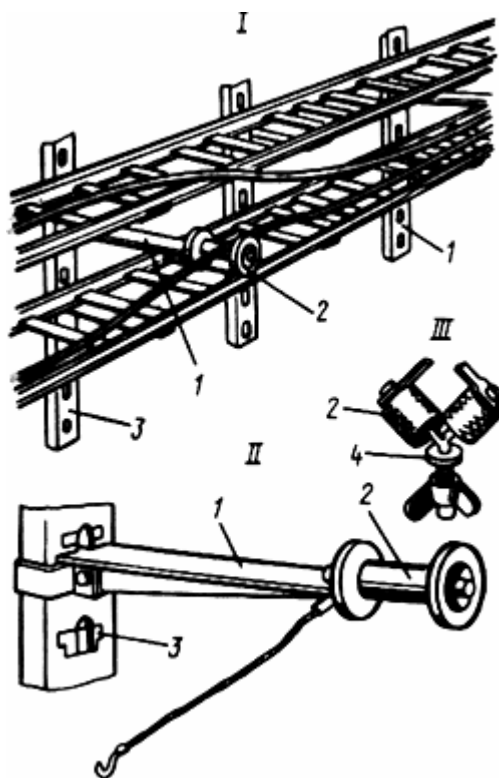

Рис.11
Распространенным способом прокладки проводов и кабелей на лотках является предварительная раскатка их по специальным роликам 2, проложенным вдоль лотков (I), и перекладка непосредственно на лотки. Ролики устанавливают на кронштейнах 1(II), закрепляемых на тех же конструкциях 3, что и лотки, на расстоянии не более 10 м друг от друга на прямом участке, а также на концах, поворотах, подъемах и спусках. Применяют ролики в виде приспособления с барашком 4 (III), с помощью которого их закрепляют. Протяжку проводов и кабелей вдоль лотковой магистрали выполняют лебедкой или вручную (рис.11).